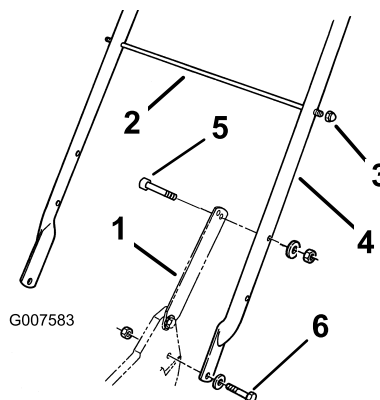

Figura 3
(5/16 x 1-1/4 pulgadas), arandelas y contratuercas finas (5/16 pulgada) (Figura 3).
2. Fije los cierres del manillar al manillar con dos pernos (5/16 x 1-1/2 pulgadas), arandelas, y contratuercas (5/16 pulgada) (Figura 3).
- Deslice la varilla de soporte de la bolsa por el segundo (desde arriba) taladro de montaje de cada lado del manillar y fije cada extremo con una contratuerca de caperuza (Figura 3).